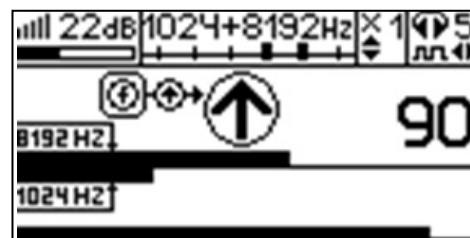

Рис. 8.3
3. Включить приемник. В «Стартовом окне» следует выбрать вид принимаемого сигнала – «двухчастотный» . После запуска измерения кнопкой , появится окно «направление сигнала» (рис. 8.3).